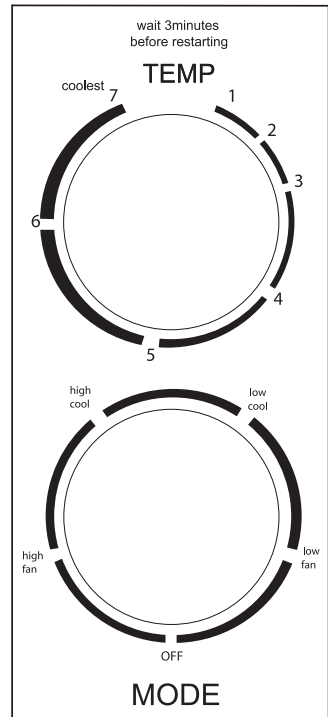

Рис. 3.1
3.1.1 Кондиционер управляется при помощи ручки термостата TEMP и ручки режима работы MODE (рис. 3.1).